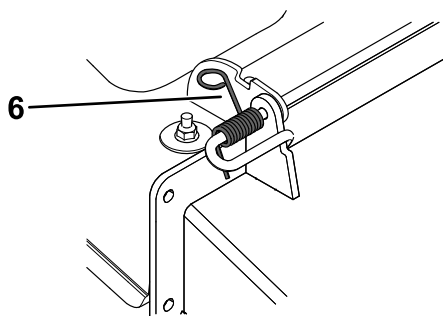

Рисунок 77
1. Извлеките шплинт из конца стержня (Рисунок 77).
2. Освободите пружину из выемки в кронштейне отражателя и выдвиньте стержень из приваренных кронштейнов деки, пружины и отражателя выброса (Рисунок 77).
9. Вставьте шплинт в конец стержня (Рисунок 77).